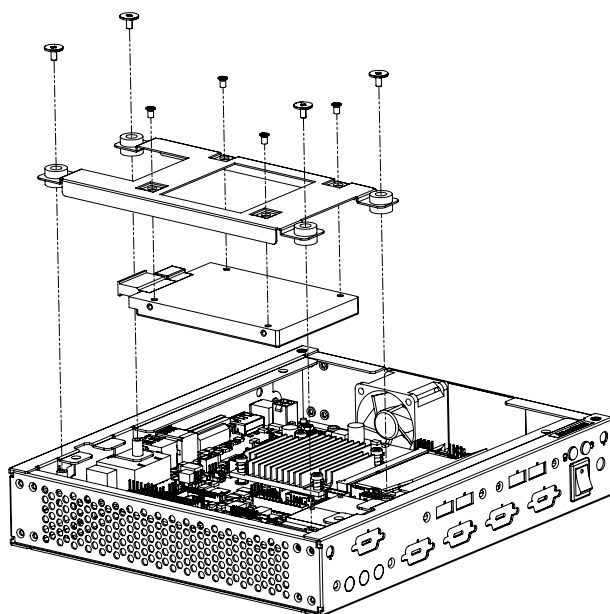

Figure 2.7 Installing the HDD / 安裝 HDD/ 安裝 HDD
- Figure 2.7 Installing the HDD / 安裝 HDD/ 安裝 HDD 9